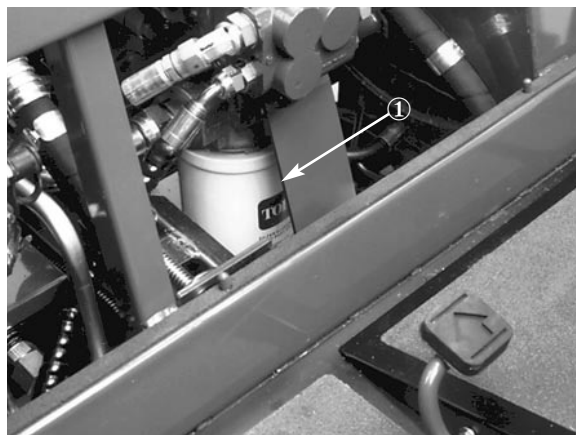

Fig. 35
2. Pulire attorno all'area di montaggio del filtro (Fig. 35). Collocare una bacinella di spurgo sotto il filtro, e togliere il filtro.